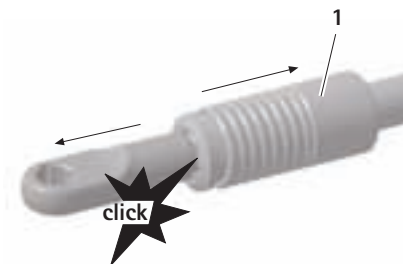

Fig. 4
- Segurar o engate rápido **1** da peça de união **A** ou o suporte universal UNITRAC **J** no cabo e puxar no sentido exterior, ver Fig. 4.